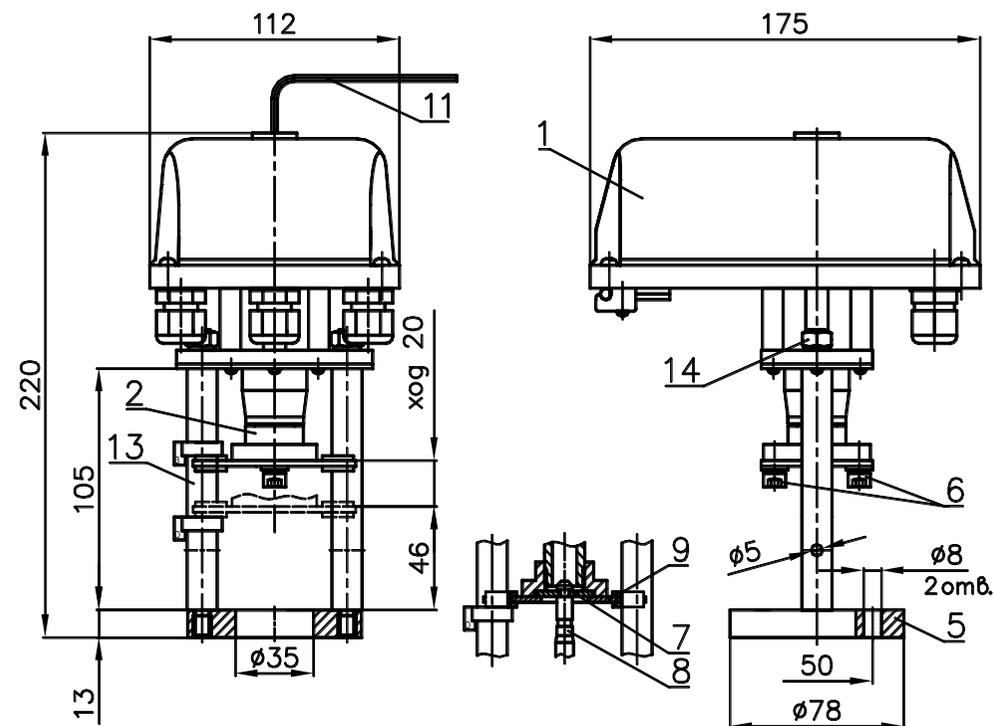

Рисунок 1 - ВЭП-128М
- электропривод (рисунок 1 – позиция 1);
- винтовая передача (рисунок 1 – позиция 2).